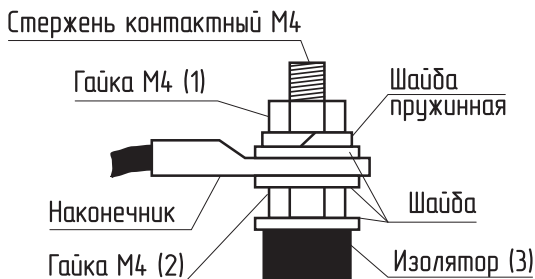

Рис.7 Присоединение проводов к выводам блок ТЭН
- При замене блок ТЭН присоединение фазных проводов к выводам блок ТЭН производить согласно **Рис.7**. Сечение кабеля указано в **Таб.1**;
- Провод нейтральной «N» подключить на перемычку блока ТЭН (**Рис.7**).